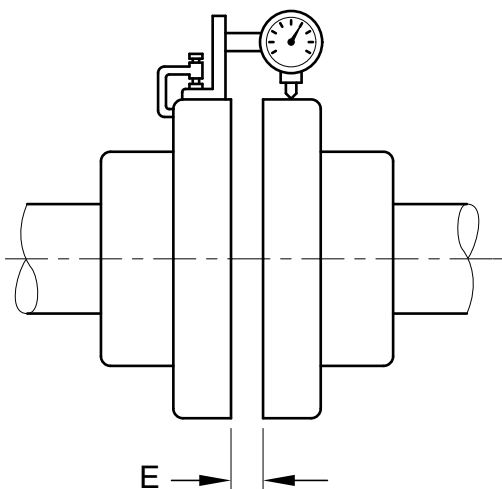

Fig. 8: Misurazione radiale (accoppiamento) difettoso
4.2.3.2 Misurazione radiale (fig. 8)